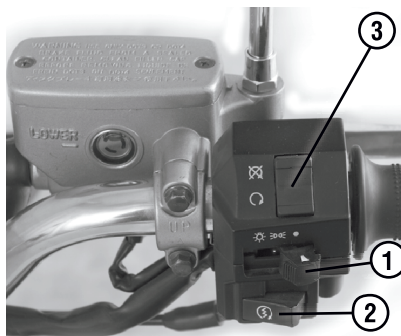

Рис. 6 Блок переключателей на руле правый
**Выключатель световых приборов** (рис. 6, поз. 1) имеет три фиксированных положения:
-  **Кнопка электростартера** (рис. 6, поз. 2) служит для запуска двигателя.
**Клавиша «стоп-двигатель»** (рис. 6, поз.3). имеет два фиксированных положения: